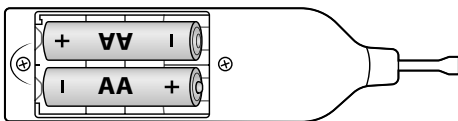

Fig. 1
- ◆ Inserire le pile nel fonditore di cera **1** come indicato nel vano pile **4** (vedere *fig. 1*).